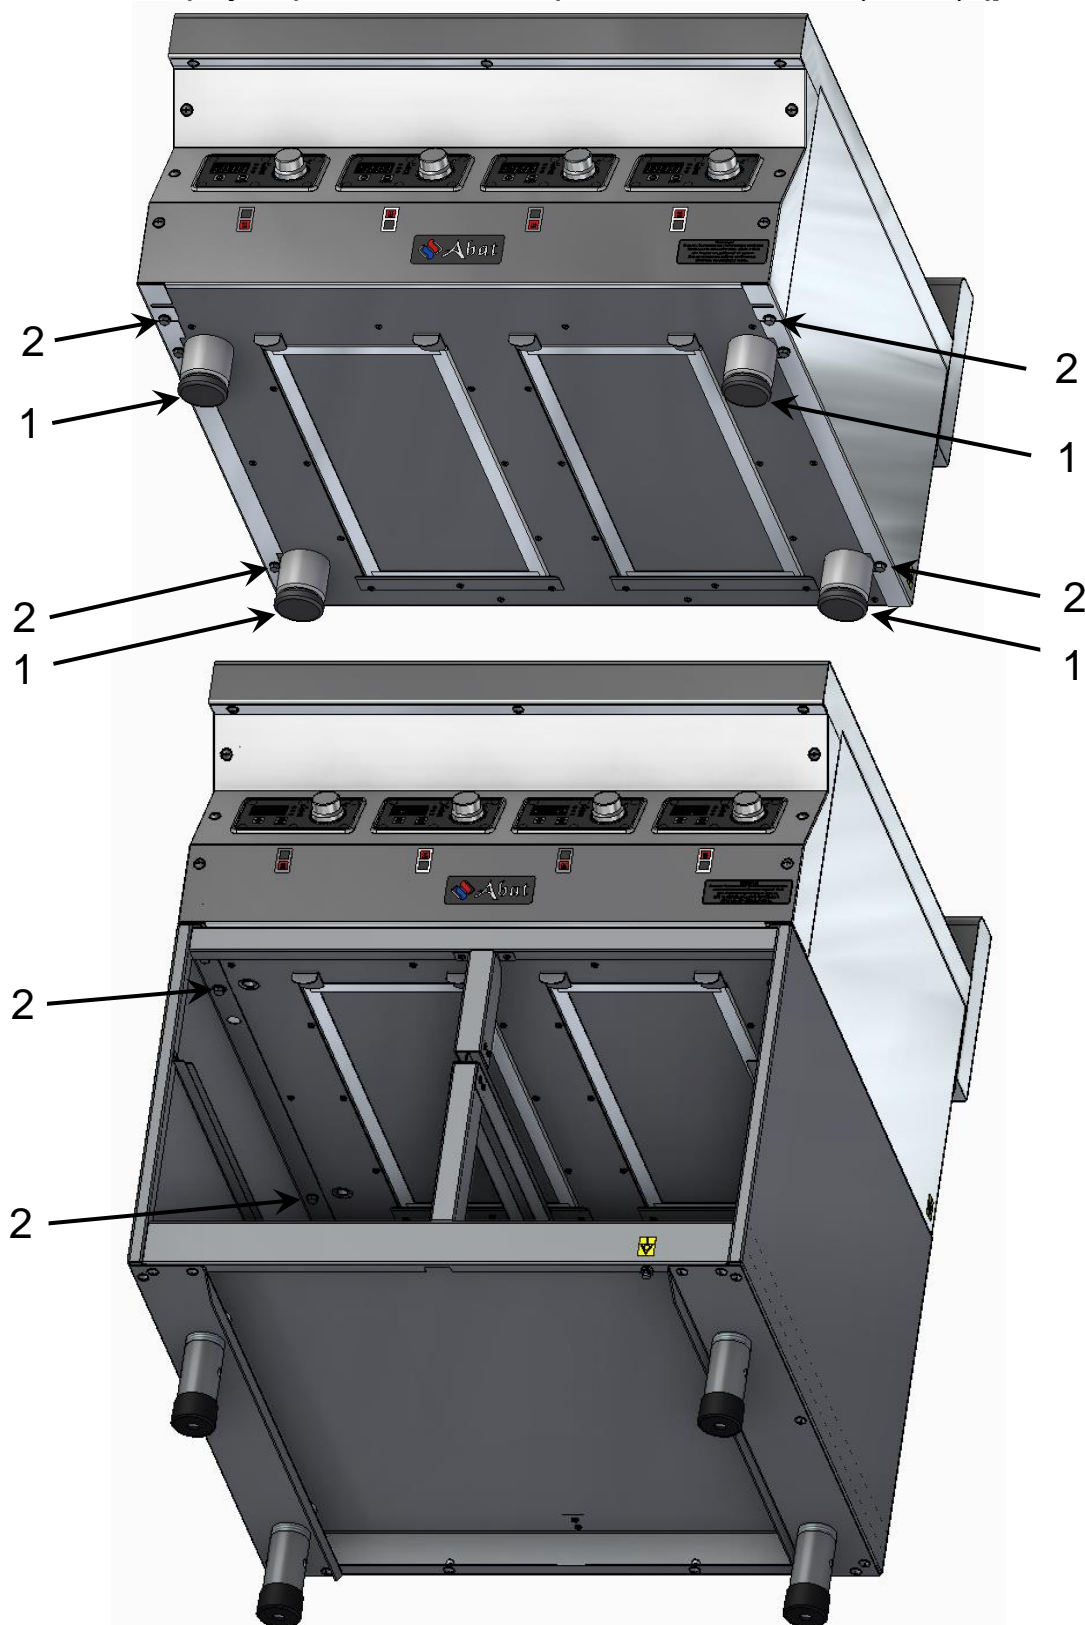

Рис. 6. Установка плиты на подставку (модуль нижний) **МН-04**
- установить плиту на подставку (модуль нижний) **МН-04** или **МН-02** и, совместив отверстия в нижней панели плиты с отверстиями в подставке, завернуть ранее демонтированные болты (поз.2) (рис. 6).